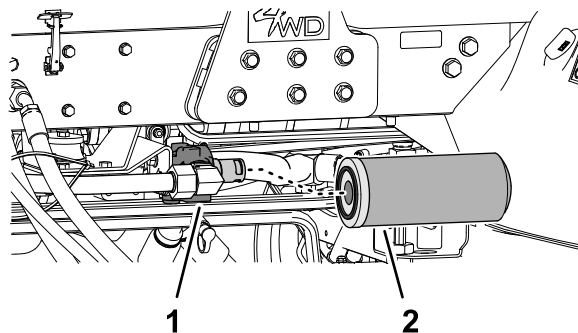

Figura 164
1. Curățați zona din jurul filtrului de retur și din jurul capătului filtrului (Figura 164).